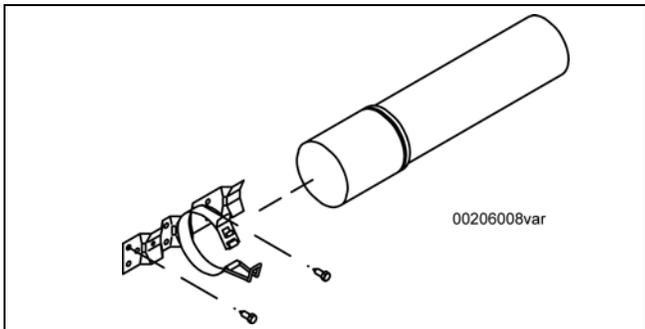

Figura 47. Conjunto do tubo manual tipo braçadeira
1. Monte a braçadeira do tubo no interior da placa lateral do triturador usando dois parafusos autoatarraxantes 1/4" (Figura 47). Os furos de montagem estão localizados acima da placa de apoio.